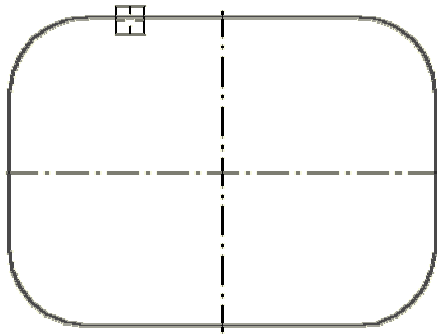

Рис. 1.12.
13. Вкажіть мишею на будь-який з відрізків прямокутника — система виконає побудову округлень (рис. 1.12.).